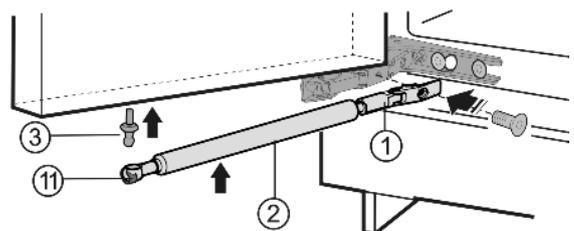

Fig. 5
- Avvitare il perno sferico Fig. 5 (3) nel nuovo foro di fissaggio.
- Spingere di nuovo in avanti la molla di trazione Fig. 5 (11).
- Avvitare il supporto Fig. 5 (1).
- Agganciare l'ammortizzatore di chiusura Fig. 5 (2) nel perno sferico.